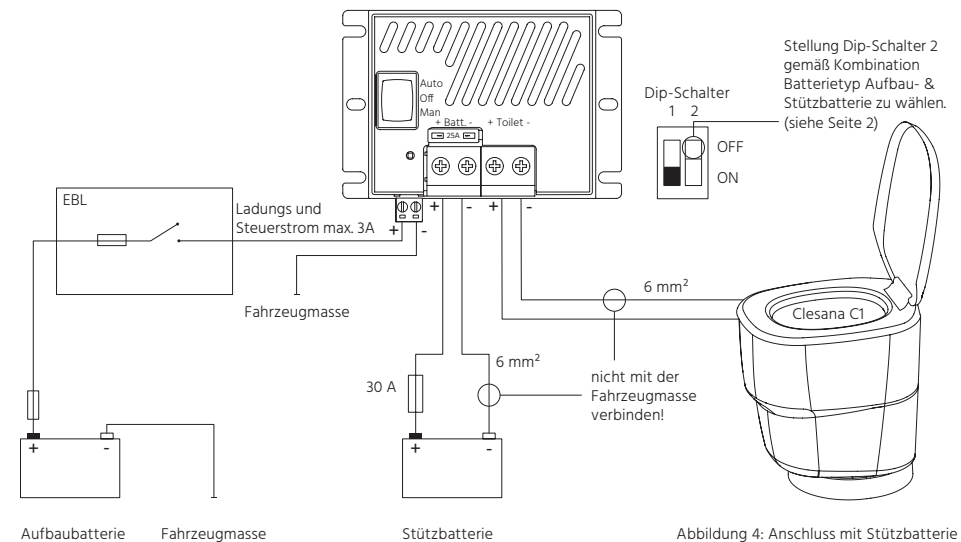

Abbildung 4: Anschluss mit Stützbatterie
- Batterie:** Der Anschluss der Batterie erfolgt über den originalen Kabelsatz von Clesana. Der Kabelsatz ist kurz hinter dem Batteriepol mit 30A abgesichert, setzen Sie die Sicherung noch nicht ein, diese wird bei der Erstinbetriebnahme eingesetzt. Achtung die Masseseite der Batterie darf nicht mit der Fahrzeugmasse (Karosserie) verbunden werden, die Masseleitung geht von der Batterie direkt in das Clesana Power-Management, siehe hierzu Abbildung 4.